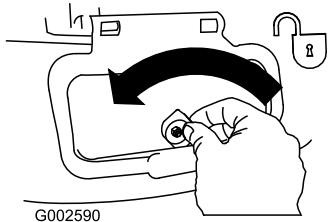

Figure 34
- Déverrouillez le volet d'éjection latérale (Figure 34).